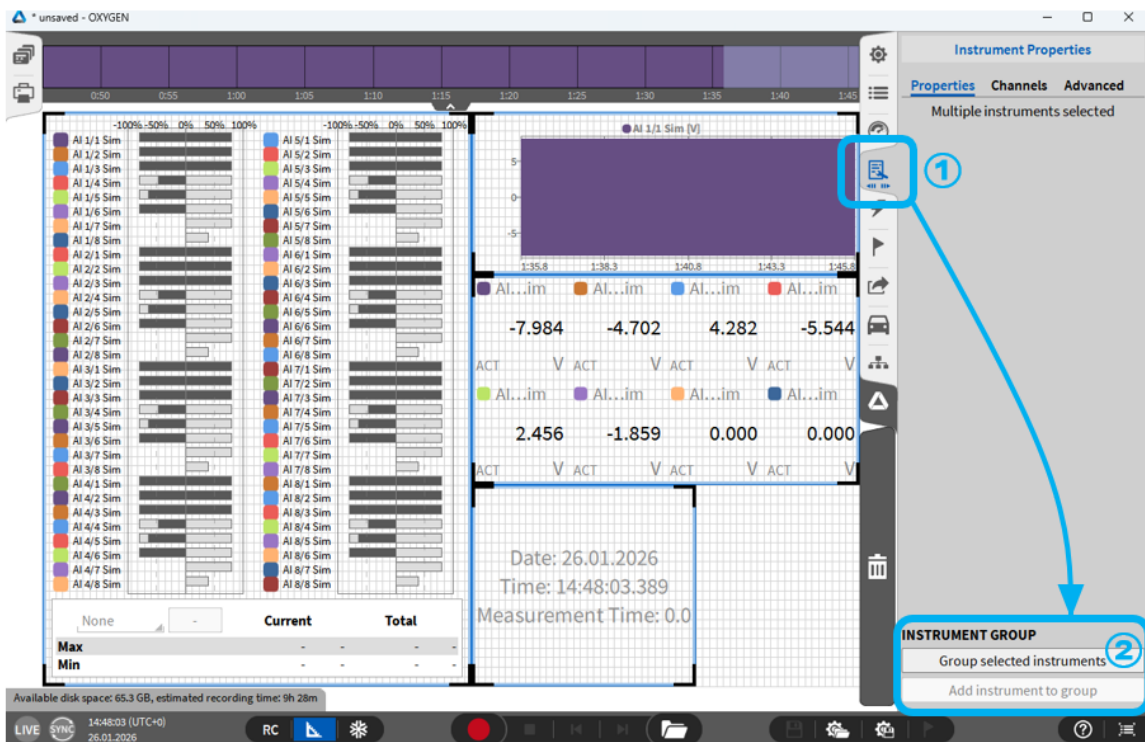

Abb. 8.5: Gruppieren von Instrumenten
Es können auch mehrere Instrumente gruppiert werden. Dazu müssen alle Instrumente ausgewählt werden, die gruppiert werden sollen. Drücken Sie STRG+A auf dem Messbildschirm, um alle Instrumente auszuwählen, oder halten Sie STRG gedrückt und klicken Sie auf die Instrumente, die gruppiert werden sollen. Um die ausgewählten Instrumente zu gruppieren, klicken Sie auf die Schaltfläche „Instrumenteneigenschaften“ (① in Abb. 8.5) und dann unten auf die Schaltfläche „Ausgewählte Instrumente gruppieren“ (② in Abb. 8.5). Diese Schaltfläche ist nur sichtbar, wenn mehr als ein Instrument ausgewählt ist.